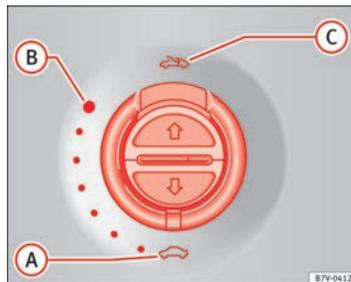

Fig. 57 Dans le ciel de pavillon : tournez la commande pour ouvrir et fermer.
⇒ fig. 57
- La commande ⇒ fig. 57 doit être en position « fermée » .